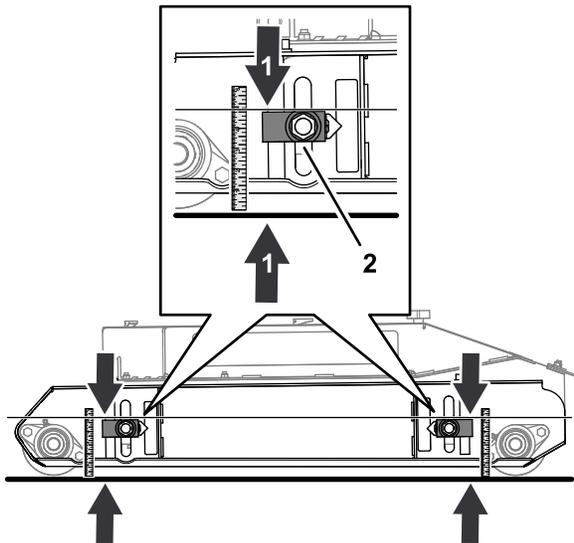

Figura 79
1. Afloje la tuerca que sujeta el bloque de ajuste de la altura de corte (Figura 79).
(4 $\frac{7}{8}$ " desde la parte superior del bloque del ajustador hasta el suelo (Figura 79).